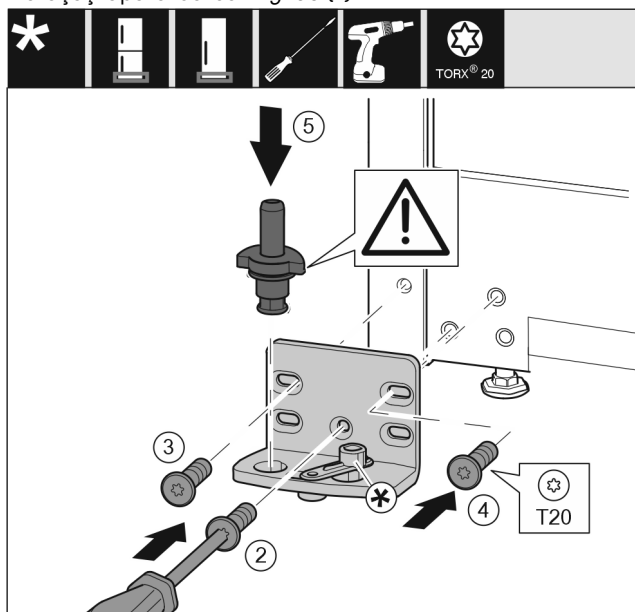

Fig. 36
- ▶ Aplicați suportul de lagăr pe partea opusă și înșurubați-l cu ajutorul unei șurubelnițe T20. Începeți cu șurubul 2 de jos din centru. Fig. 36 (2)
- ▶ Înșurubați ferm șurubul 3 și 4. Fig. 36 (3,4)
- ▶ Introduceți complet bolțul de lagăr. Aveți grijă aici ca respectiva camă de cuplare să fie îndreptată către înapoi. Fig. 36 (5)
- ▶ Aplicați suportul de lagăr pe partea opusă și înșurubați-l cu ajutorul unei șurubelnițe T20. Începeți cu șurubul 2 de jos din centru. (2)
- ▶ Rotiți îmbinarea amortizorului de închidere cu 180°. Înșurubați pe partea opusă a suportului de lagăr cu șurubelnița T20. (5)
- ▶ Introduceți complet bolțul de lagăr. Aveți grijă aici ca respectiva camă de cuplare să fie îndreptată către înapoi. (6)